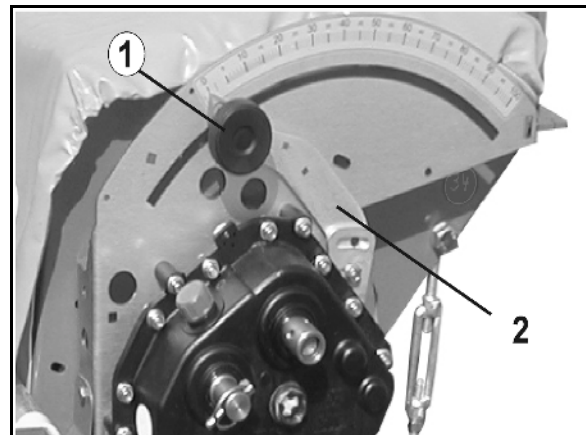

Fig. 26
1. Arretierknopf (Fig. 26/1) des Getriebebestellhebels lösen.
2. Zeiger des Getriebebestellhebels (Fig. 26/2) auf die gewünschte Getriebeeinstellung schieben.
3. Arretierknopf (Fig. 26/1) festziehen.